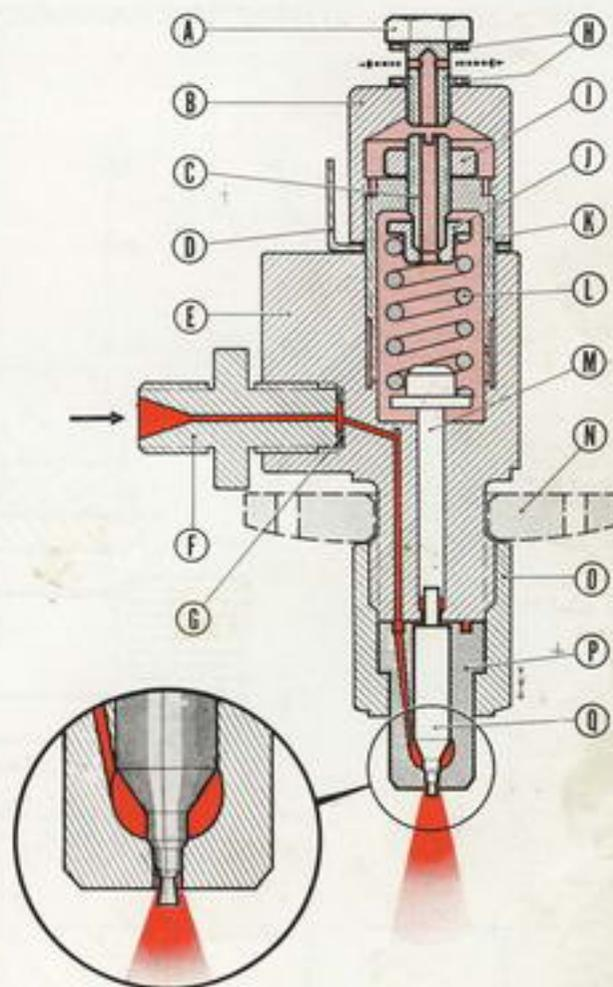

Fig. 5
e) Les injecteurs (fig. 5)
L'injecteur se compose de 2 éléments : le corps de l'injecteur, qui est en permanence au contact des flammes, et la soupape. Celle-ci est terminée par un téton conique dont le but est d'assurer une meilleure pulvérisation du jet (voir médaille de la fig. 5).